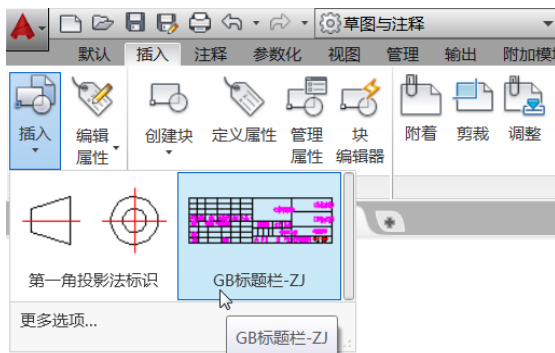

图 9-30 在块列表框中选择所需块
❷ 在功能区“插入”选项卡的“块”面板中单击“插入”按钮，打开一个块列表框，如图 9-30 所示，选择“GB 标题栏-ZJ”块。